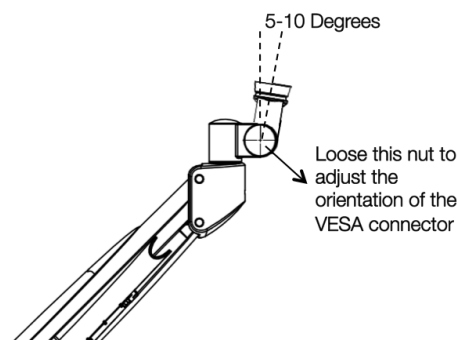

Figura 5 – Regolare l'orientamento dell'attacco VESA
2. **Regolare l'orientazione del connettore VESA** come mostrato in Figura 5, allentando il bullone con l'utensile incluso nella confezione.